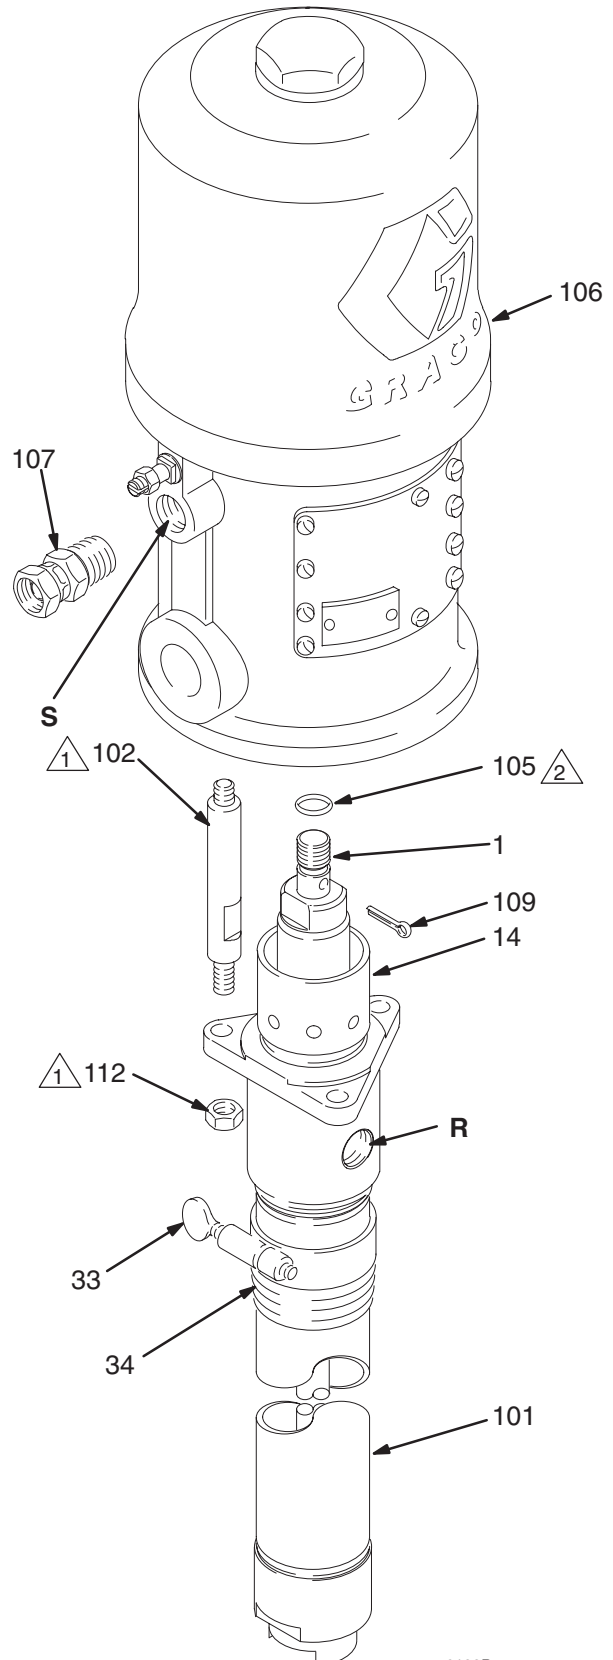

Abb. 3
2. Luft- und Materialschläuche abnehmen. Pumpe von der Halterung abnehmen. Die Position des Materialauslasses (R) der Pumpe relative zum Lufteinlass (S) des Luftmotors merken.
3. Die Verbindungsstangen-Sicherungsmuttern (112) von den Verbindungsstangen (102) abschrauben. Den Splint (109) entfernen. Die Verbindungsstange (1) vom Luftmotor (106) abziehen. Vorsichtig die Unterpumpe (101) vom Luftmotor (106) abnehmen. Den O-Ring (105) überprüfen. Siehe Abb. 3.
1. Den O-Ring (105) einfetten und richtig auf die Kolbenstange (1) legen. Den Materialauslass (R) der Pumpe so am Lufteinlass (S) des Luftmotors ausrichten, wie dies in Schritt 2 im Abschnitt **Ausbauen der Unterpumpe** notiert wurde. Die Unterpumpe (101) auf die Verbindungsstangen (102) geben. Die Sicherungsmuttern (112) locker auf die Verbindungsstangen (102) schrauben. Siehe Abb. 3.
2. Die Verbindungsstange (1) in die Welle des Luftmotors (106) schrauben, bis die Stiftlöcher in Stange und Welle aneinander ausgerichtet sind. Den Splint (109) installieren.
3. Pumpe montieren und alle Schläuche wieder anschließen. Erdungskabel wieder anbringen, falls es während der Reparatur abmontiert wurde. Die Packungsmutter/der Nassbehälter (14) darf nur satt, aber nicht zu fest angeschraubt werden. Nassbehälter mit Graco-TSL-Flüssigkeit oder einem verträglichen Lösemittel füllen.
4. Die Sicherungsmuttern (112) der Verbindungsstange gleichmäßig mit dem in Abb. 3 angegebenen Drehmoment anziehen.
6. Prüfen, ob Material an der Packungsmutter/dem Nassbehälter (14) austritt. Vor dem Festziehen der Packungsmutter **den Druck entlasten.**